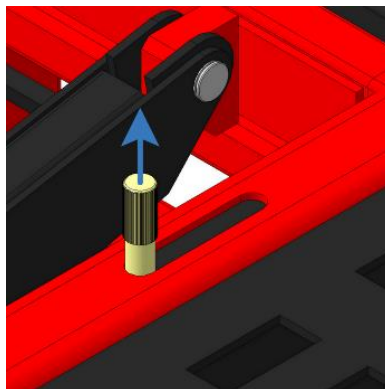

Рисунок 20
- Извлеките вверх на 3 см ручку телескопической задвижки замка (рисунок 20).